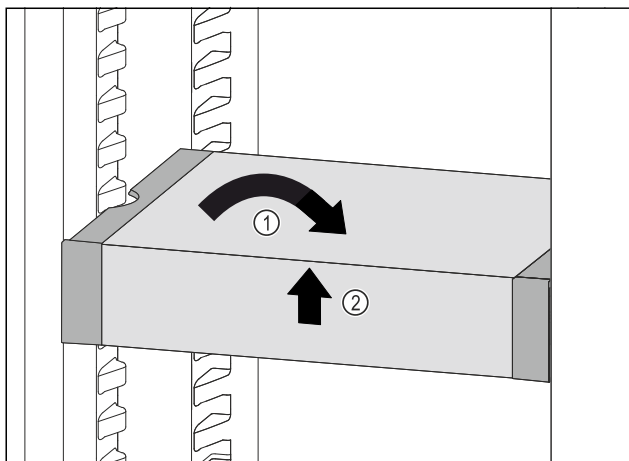

Fig. 106
- ▶ VarioSafe postavte rovně. Fig. 106 (1)
- ▶ VarioSafe vpředu zvedněte. Fig. 106 (2)